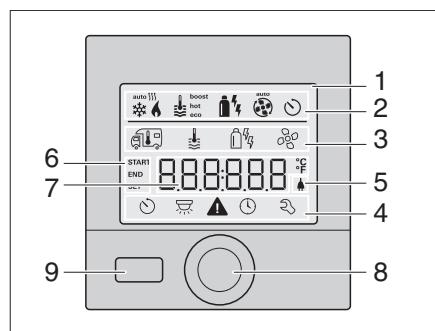

Fig. 273 Pannello di controllo Truma CP plus
*Accensione:* ■ Premere brevemente la manopola/pulsante (Fig. 273,8).
*Spegnimento:* ■ Premere la manopola/pulsante (Fig. 273,8) per più di 4 secondi.
- Con la manopola/pulsante (Fig. 273,8) selezionare il simbolo temperatura ambiente e premendo brevemente cambiare livello di impostazione.
- Confermare la selezione premendo la manopola/pulsante (Fig. 273,8).
- Con la manopola/pulsante (Fig. 273,8) selezionare la temperatura ambiente desiderata.
- Premere brevemente la manopola/pulsante (Fig. 273,8) per confermare il valore.
- Con la manopola/pulsante (Fig. 273,8) selezionare il simbolo livello dell'acqua calda e premendo brevemente cambiare livello di impostazione.
- Con la manopola/pulsante (Fig. 273,8) selezionare il livello desiderato.
- Con la manopola/pulsante (Fig. 273,8) selezionare il simbolo energia e premendo brevemente cambiare livello di impostazione.
- Con la manopola/pulsante (Fig. 273,8) selezionare il tipo di energia desiderato.